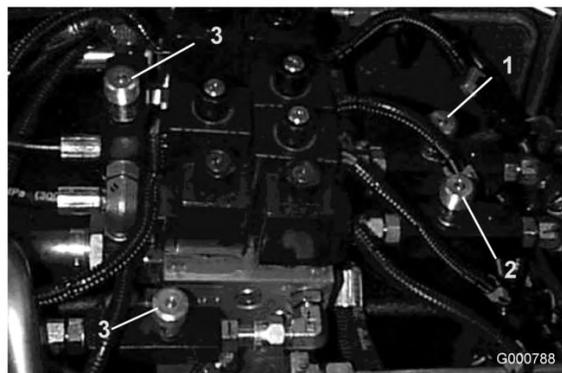

Figura 74
1. Localize as válvulas em baixo do banco para ajustar as unidades de corte dianteiras (Figura 74).
- Localize as válvulas em baixo do banco para ajustar as unidades de corte laterais (Figura 74).